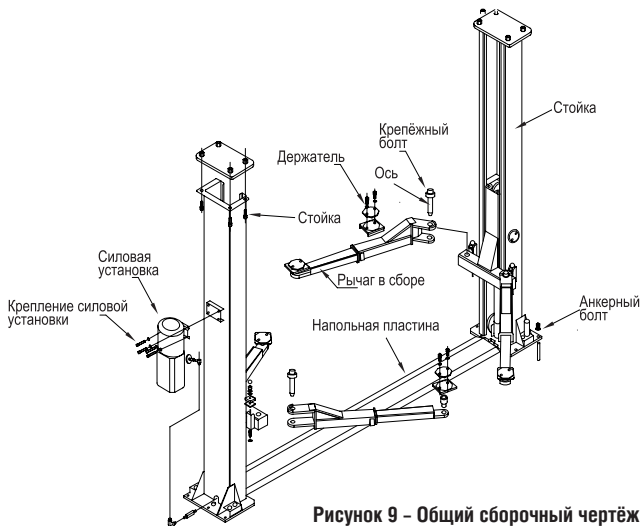

Рисунок 9 – Общий сборочный чертёж
17. Установите рычаги на каретках применяя ось (рис. 9) (короткие рычаги на основную стойку и длинные на дальнюю). Проверить работу блокировок рычагов подхвата. Равномерно и туго натяните тросы синхронизации так, чтобы каретки оставались на исходной высоте и опирались о первый паз в стойках, а не висели на тросах. (Натягивайте троса поочередно понемногу).